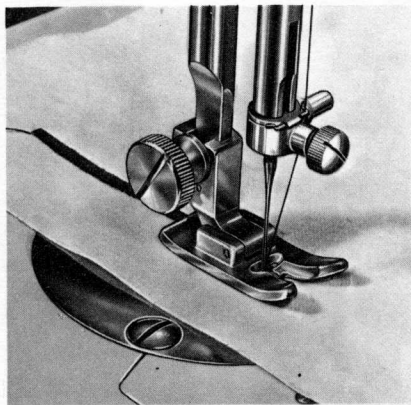

FIG. 46
**3/B-6** C'est un point zig-zag très serré ayant un caractère décoratif. Régler soigneusement le transport pour que les points dessinent une surface remplie et continue (voir fig. 46). L'emploi du pied presseur 90-502 est conseillé.